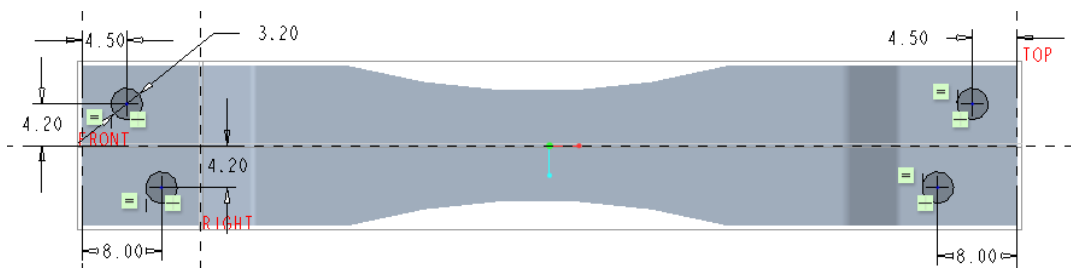

图 6-157 绘制剖面
(1) 单击  (拉伸) 按钮, 打开“拉伸”选项卡, 并暂时接受“拉伸”选项卡中默认的按钮设置, 如  (移除材料) 按钮和  (移除与曲面垂直的材料) 按钮处于被选中的状态, 并且默认选中  (移除垂直于驱动曲面的材料) 图标选项。
(2) 单击“放置”标签以打开“放置”面板, 接着在“放置”面板中单击“定义”按钮, 弹出“草绘”对话框, 然后在“草绘”对话框中单击“使用先前的”按钮, 进入草绘器。
(3) 绘制剖面, 如图 6-157 所示, 单击  (确定) 按钮。